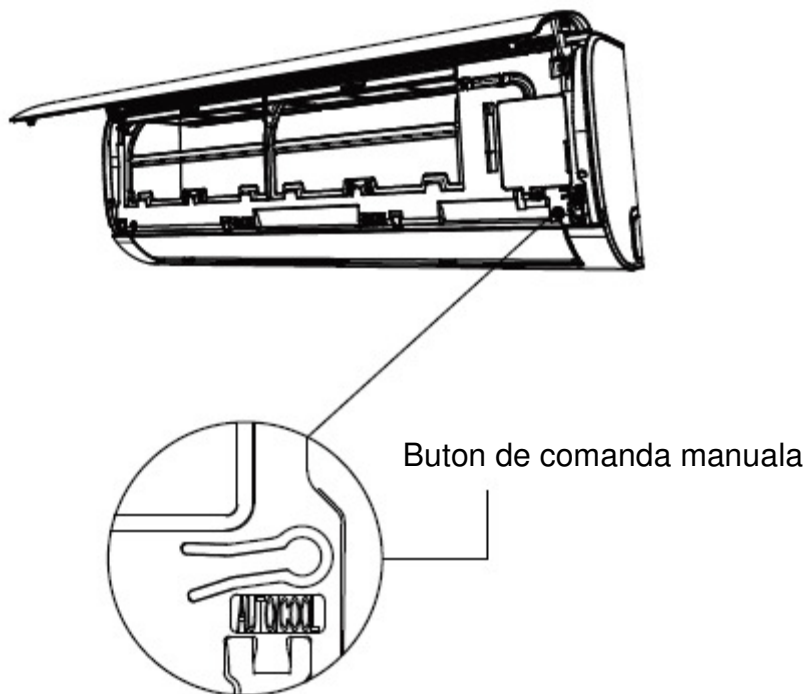

Fig. 8.1
1. Amplasati butonul de **CONTROL MANUAL** de pe partea dreapta a panoului unitatii. Consultati **Fig.8.1**.